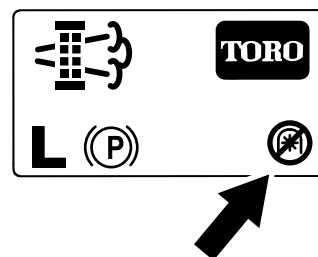

Figure 84
**Remarque:** L'écran d'accueil affiche l'icône de désactivation de la PDF (Figure 84).
**Remarque:** L'écran d'accueil affiche l'icône de désactivation de la PDF ; voir Figure 84 et Messages de régénération en stationnement \(page 51\).